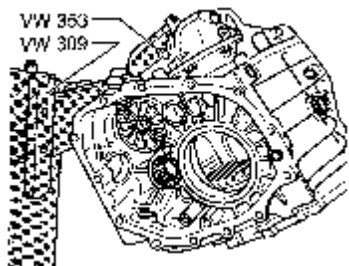

图 9-51 变速箱
(2) 把变速箱壳体回转到图 9-51 所示位置中。把结构部件一起放入到变速箱壳体内。转向轴和换挡轴也可以在事后放入。